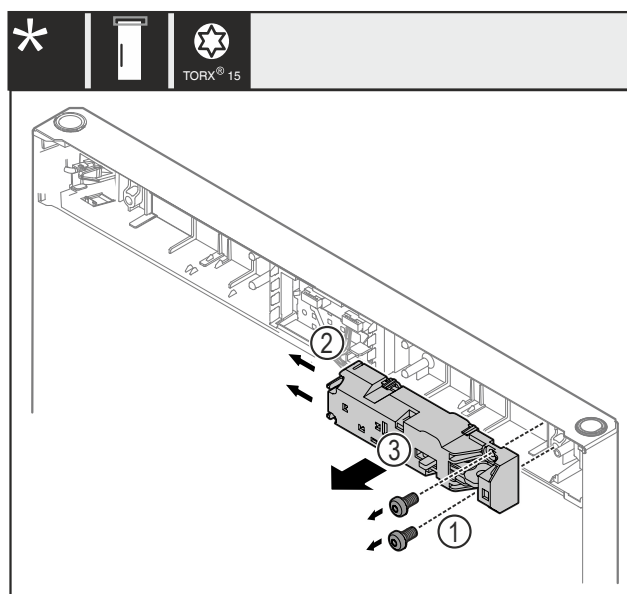

Fig. 21
- Retirer les vis Fig. 21 (1).
- Pousser les ergots Fig. 21 (2) sur le côté et retirer la fermeture Fig. 21 (3).